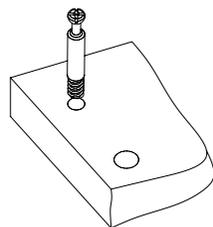

Рис.3
- Вкрутить шпильки минификсов в соответствующие плоскостные отверстия боковин 3 и 4 (Рис. 3)